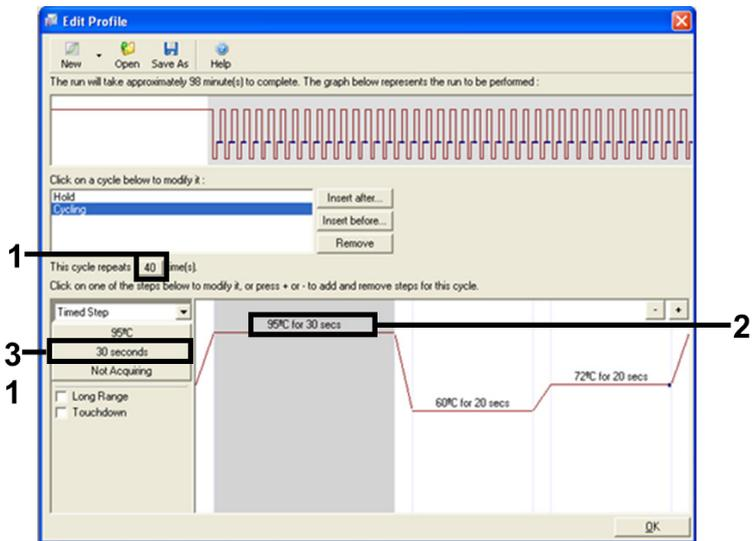

Figura 6. Fase di ciclaggio a 95°C.
8. Impostare 40 come numero di ripetizioni del ciclo. Selezionare il primo passaggio e impostare su 95°C for 30 seconds (95°C per 30 secondi) (Figura 6).